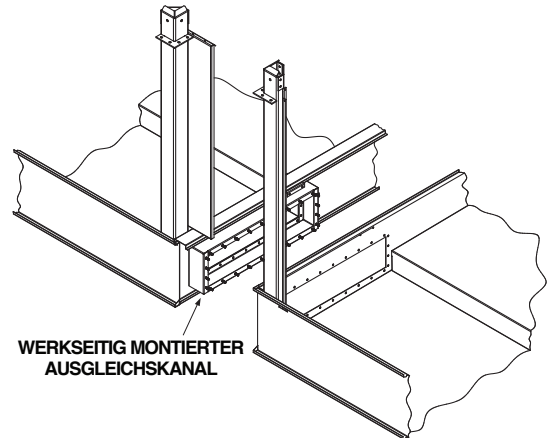

Abb. 6 – Montagedetails Ausgleichskanal, 12' (3.6 m) breite Modelle
4. Befestigen Sie die zweite Wannensektion mit dem nebenliegenden Ausgleichskanal auf dem Stahlträger (wie in Abb. 6 dargestellt).